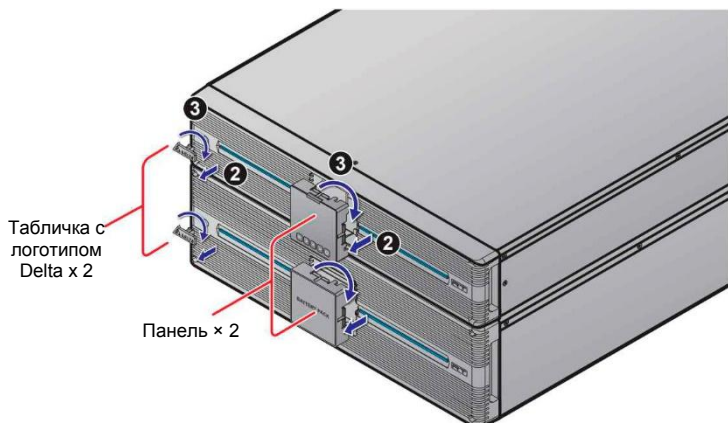

Рисунок 6-5. Поверните две панели и две таблички с логотипом Delta
- 2 Вытащите две панели и две таблички с логотипом Delta 2, поверните их на 90° по часовой стрелке 3 и вставьте обратно (см. **рис.6-5**).